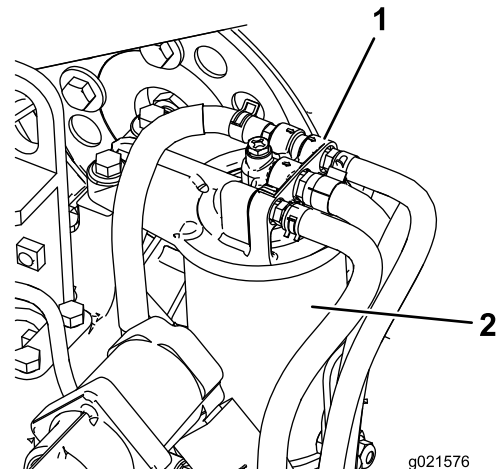

Figura 60
1. Limpe a zona em torno da cabeça do filtro de combustível (Figura 60).
2. Retire o filtro e limpe a superfície de montagem da cabeça do filtro (Figura 60).